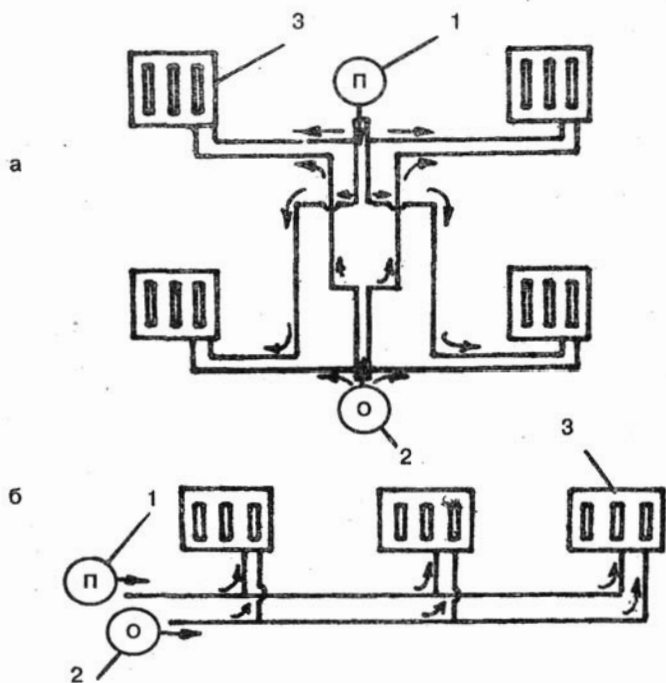

Рис. 8. Способы выполнения, двухтрубной разводки:
1. "звездой", когда прямая и обратная трубы тянутся к каждому отопительному прибору от общей "гребенки" (рис. 8 а). В этом случае и прямая труба, отходящая от водогрейного котла, и обратная труба, возвращающаяся к нему, разветвляются на несколько частей, по количеству отопительных приборов в доме.
2. "шлейфом", когда прямая и обратная трубы последовательно обходят ряд отопительных приборов (рис. 8 б). При такой разводке труб отопительные приборы, расположенные ближе к генератору тепла, находятся в более выигрышном положении, так как им достается больше тепла. Дабы разница в температуре теплоносителя и, следовательно, в величине теплоотдачи отопитель-